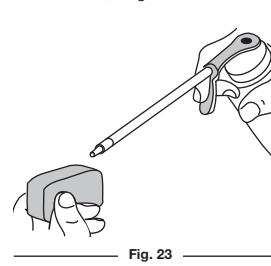

Fig. 23
4. Aplique suficiente aceite limpido de motor SAE 30 para recubrir ligeramente el filtro (Fig. 23).